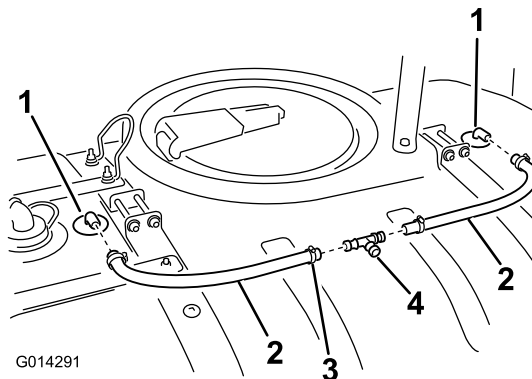

Figure 21
- Placez un collier à chaque extrémité du flexible (Figure 21).
- Raccordez un flexible à l'extrémité cannelée de la buse de rinçage (Figure 21).
- Reliez le raccord en T aux extrémités ouvertes des flexibles des buses de rinçage que vous venez d'installer, comme illustré à la (Figure 21).